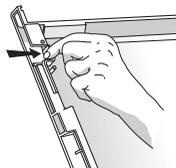

Fig. 3
1. Rimuovere la copertura del comparto agendo su i due fermi laterali presenti sulla faccia inferiore (Vedi Fig. 3)